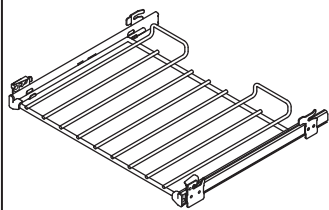

Fig.2.15
- 2 uppsättning sidostöd (Fig.2.15)